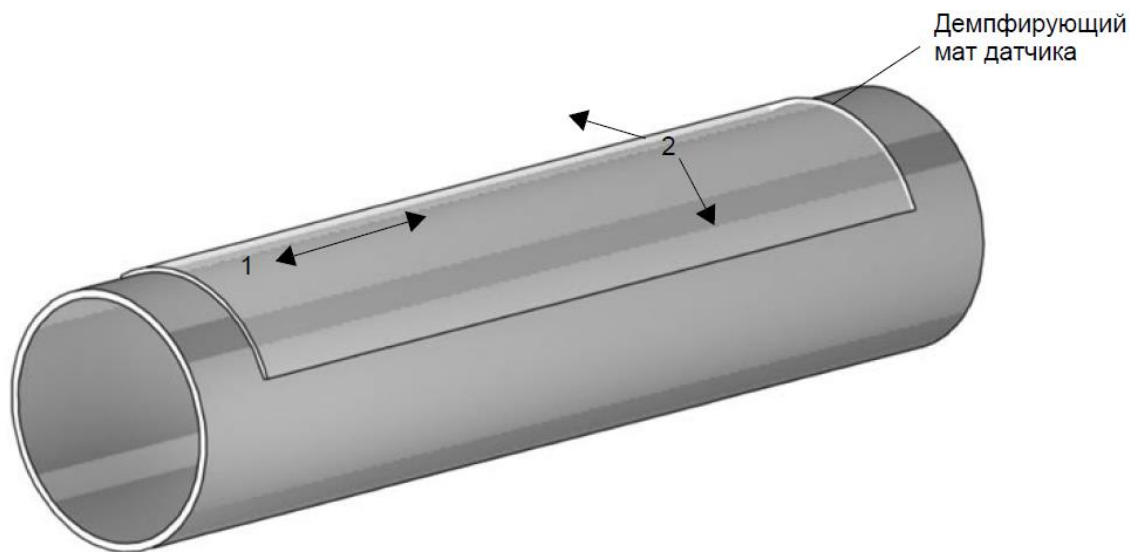

Рис.5.2. Монтаж демпфирующего мата (режим отражения)
- Прокатайте валиком середину демпфирующего мата вдоль оси трубы (смотри 1 в Рис. 5.2).
- Прокатайте валиком от середины к сторонам (смотри 2 в Рис. 5.2).
- Разместите демпфирующий мат на трубе (смотри Рис. 5.2).